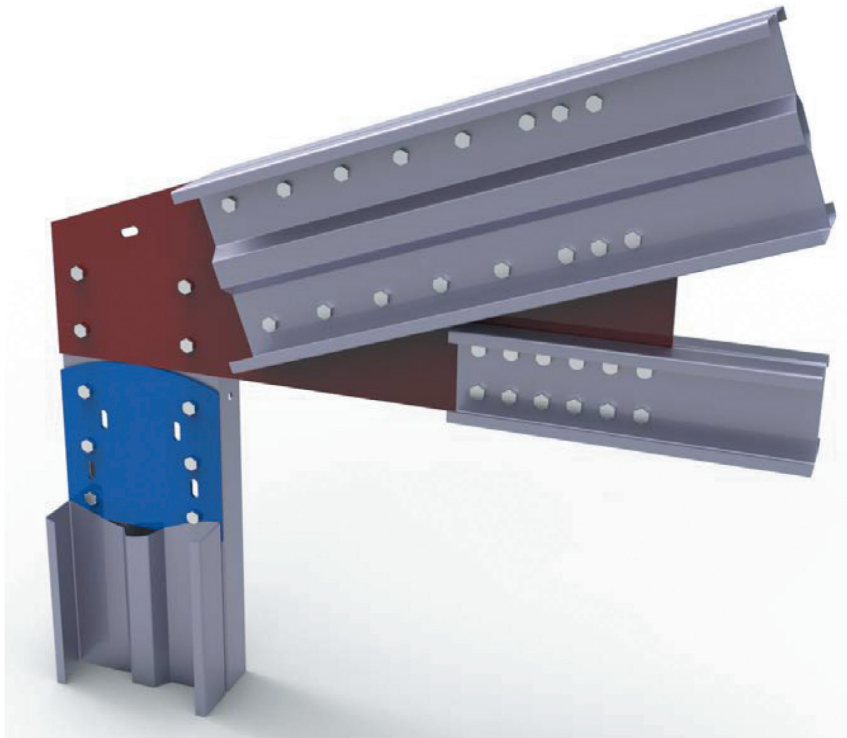

Рисунок 4.2
- Удерживая ферму закрепить ее к колоннам (рис. 4.2), используя строительные леса.